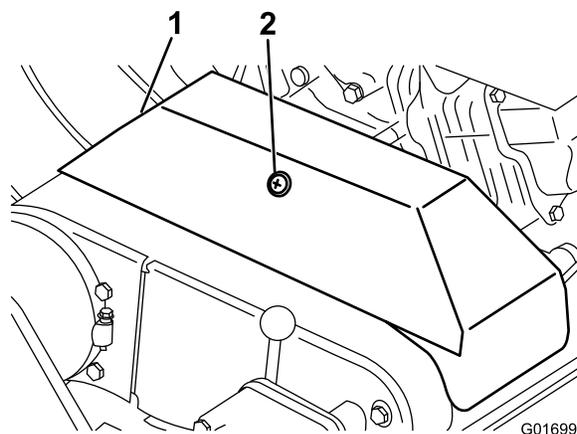

Рисунок 40
- Ослабьте стопор, фиксирующий крышку клинового ремня, и откиньте крышку (Рисунок 40).
2. Вывинтите стопор, фиксирующий крышку клинового ремня, и откиньте крышку (Рисунок 40).